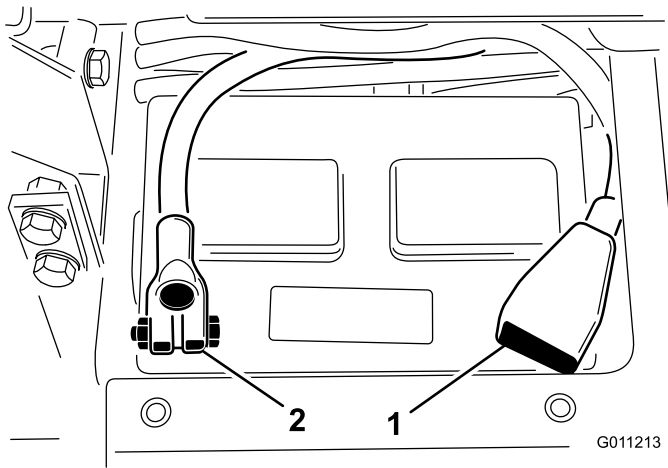

Bild 5
5. Verbinden Sie das Pluskabel (rot) mit dem Pluspol (+) des Akkus und befestigen Sie das Kabel mit der T-Schraube und Mutter (Bild 5).
6. Verbinden Sie das Minuskabel (schwarz) am Minuspol (-) des Akkus und befestigen Sie das Kabel mit der T-Schrauben und Müttern (Bild 5).